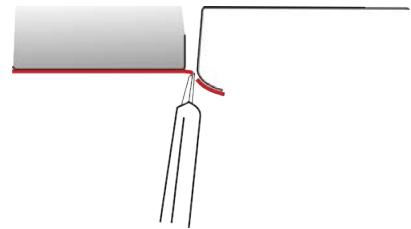

Figure 22
- › Le film est tendu sur la totalité de la surface à couvrir. Vous allez maintenant pouvoir procéder à l'application du film (FIG. 22) selon les surfaces rencontrées.
Cette méthode est à appliquer dans le cas où la pièce à recouvrir et la pièce adjacente présentent des bords droits (FIG. 22). C'est notamment le cas des contours de feux de signalisation, etc.